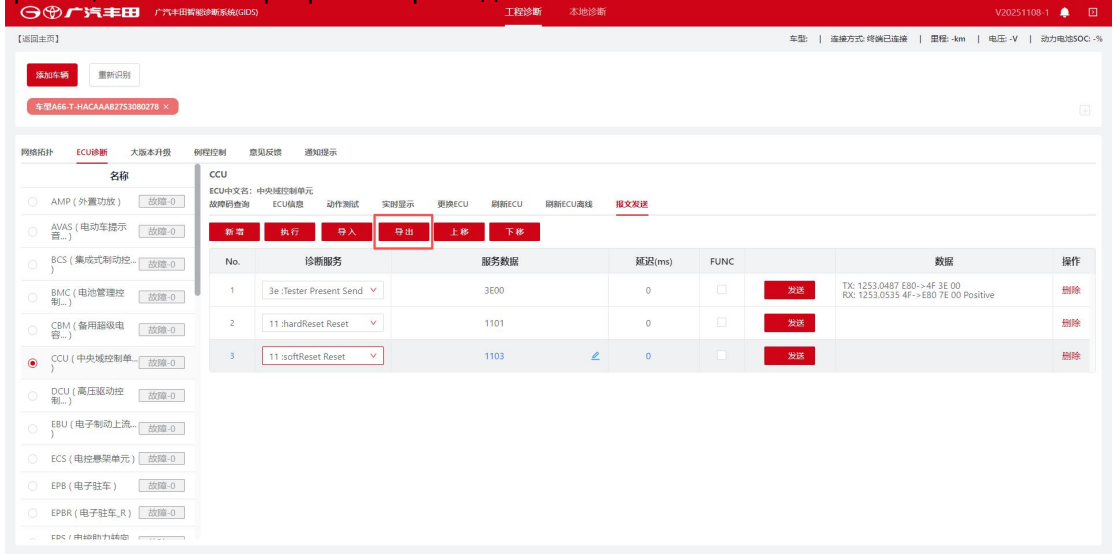

Рис. 5-41 Экспорт файла
3. Нажмите [Экспорт], как показано на Рис. 5-41 Экспорт файла, чтобы экспортировать файл данных.